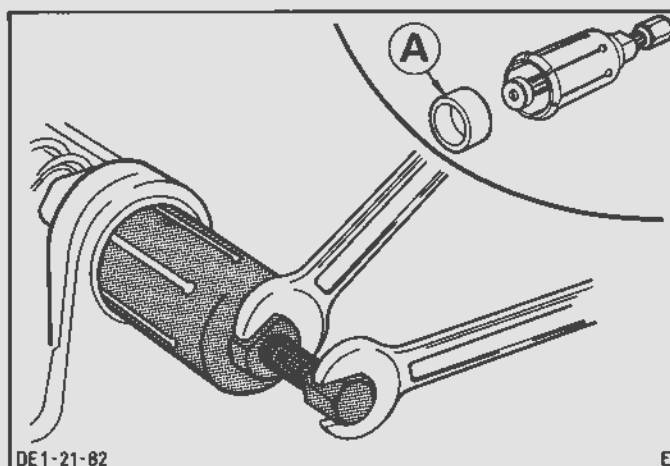

Fig.123. Afmonter pakdåsen med specialværktøj
3. Afmonter knastaksel tandremshjulet og trykskiven. Afmonter knastakselpakdåsen med specialværktøj 21-008-A i forbindelse med mellemstykket 21-008-A-01, Fig.123.